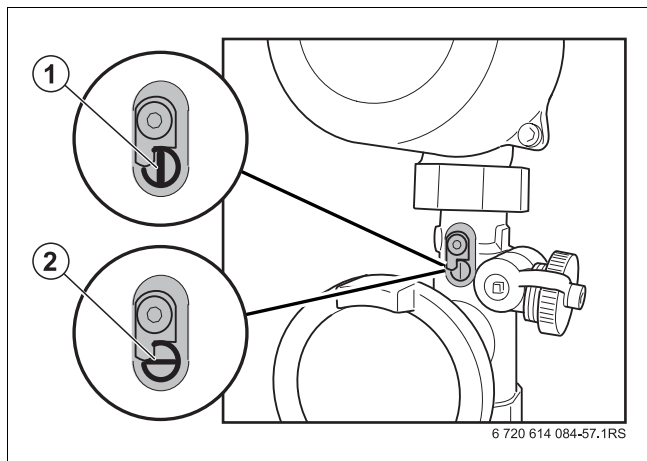

Fig. 10 Valvola di non ritorno
- Richiudere la valvola di non ritorno dopo che l'impianto di riscaldamento è stato completamente svuotato (→ fig. 10, [2]).